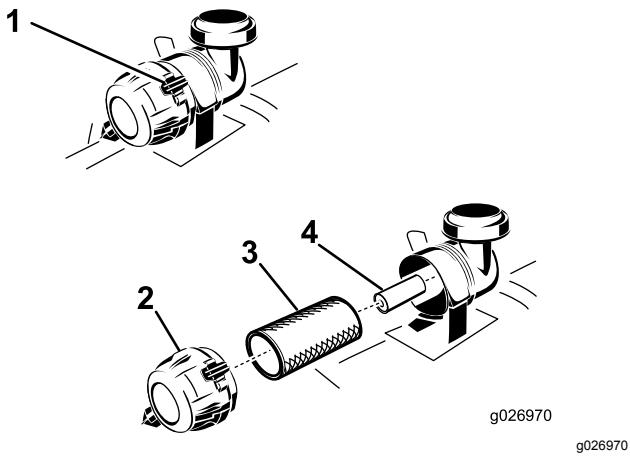

Figure 35
3. Appuyez sur les attaches du filtre à air pour les ouvrir et détachez le couvercle du boîtier du filtre à air (Figure 35).
5. Sortez le préfiltre du boîtier du filtre avec précaution (Figure 35).
2. Si vous remplacez l'élément secondaire, insérez-le avec précaution dans le boîtier du filtre (Figure 35).
3. Glissez ensuite le préfiltre sur l'élément secondaire avec précaution (Figure 35).
5. Montez le couvercle, reniflard en bas, et tournez-le pour que les attaches verrouillent le couvercle en place (Figure 35).